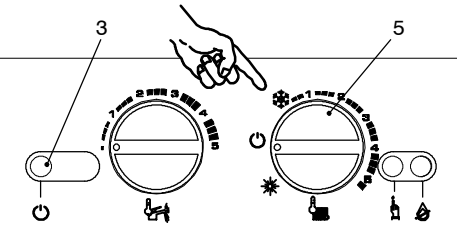

fig. 5.31
- 6 Para devolver a la caldera a su funcionamiento habitual, poner el conmutador de función (5) a cero (fig. 5.31). En cualquier caso, la caldera vuelve a su funcionamiento habitual después de 10 minutos.